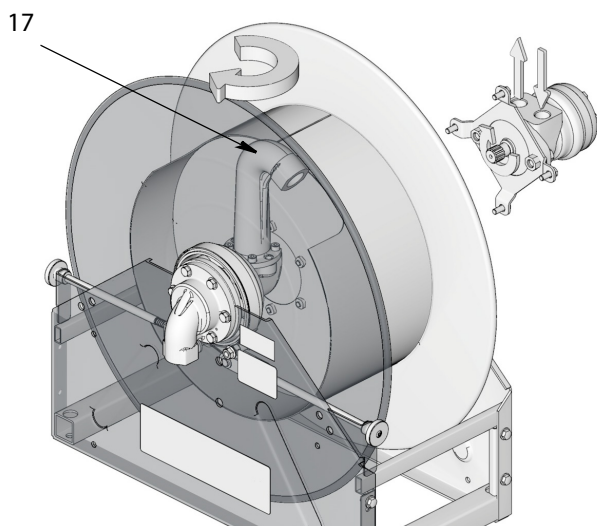

Рис. 25
- b. Поверните выпускной патрубок (17) на 180°, как показано на Рис. 25.